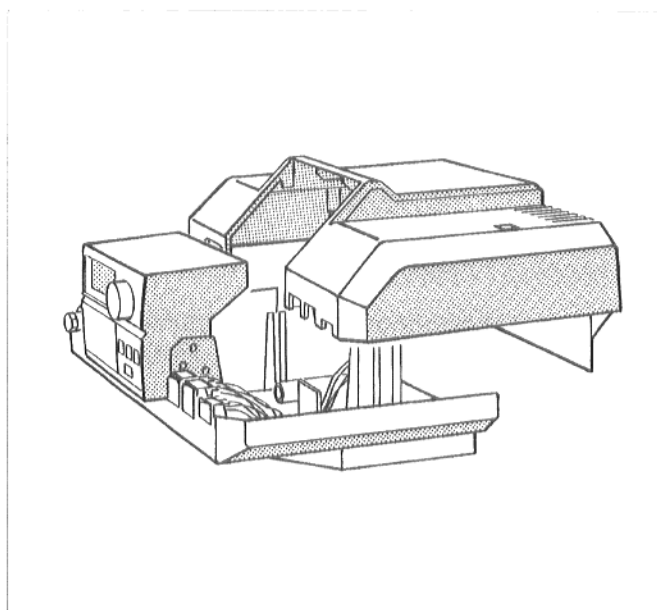

Fig. 21: Montare il listello coprimorsettiera
- Montare il listello coprimorsettiera ed avvitarlo forte all'apparecchio di regolazione (Fig. 21).